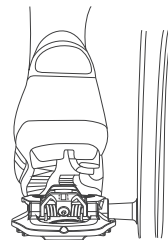

Figura 5. Testa o engate puxando o sapato
- Verifica o engate do sapato ao tentar puxar o teu sapato do pedal (Figura 5). Se o teu sapato sair do pedal, começa de novo.